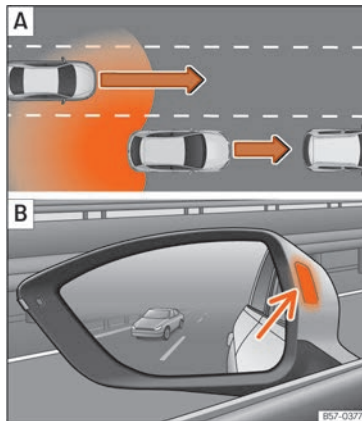

Abb. 180 Schematische Darstellung: **[A]** Überholvorgang mit Verkehr im hinteren Bereich. **[B]** Anzeige des Spurwechselassistenten im Außenspiegel links.
In nachfolgenden Situation wird die Anzeige im Außenspiegel »» **Abb. 180 [B]** (Pfeil) oder »» **Abb. 181 [B]** (Pfeil) dargestellt:
- Bei einer Überholung durch ein anderes Fahrzeug »» **Abb. 180 [A]**.